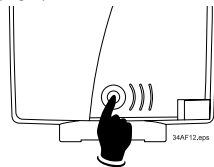

Fig 2: Tasto di sblocco
- Premere il tasto di sblocco sulla parte posteriore del mecablitz (Fig. 2).
- Premere il tasto di sblocco sulla parte posteriore del mecablitz (Fig 2) e levare il flash dalla macchina.